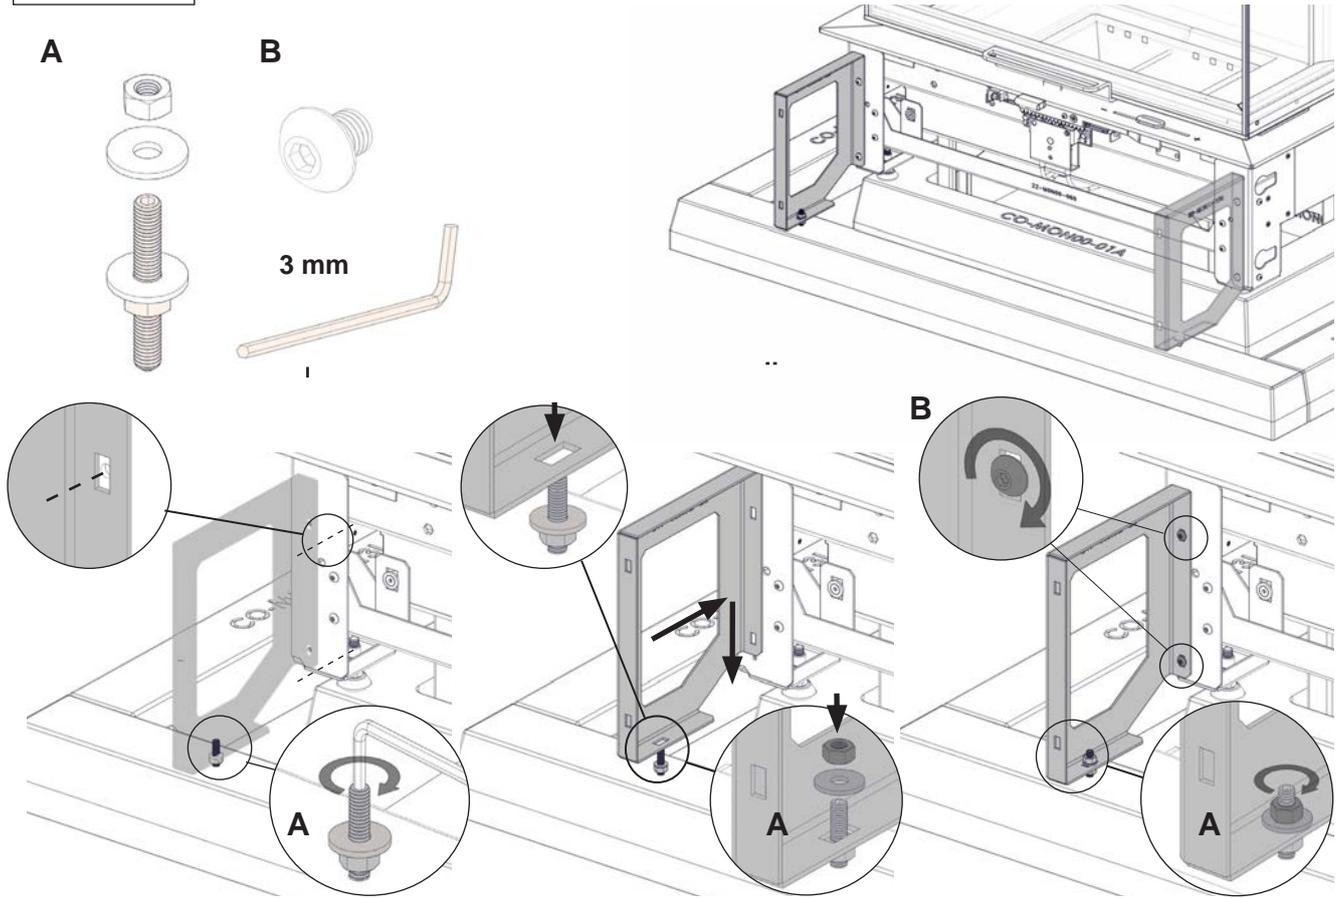

FIG 30
**NO:** Monter stål profiler - FIG 29 / 29a. Ikke fest B-type helt. Monter alle benkeplater vist i FIG 30, Bruk et vater for å kontrollere at disse ligger riktig, bruk A-type for å justere høyden.
**GB:** Assemble suport brackets - FIG 29 / 29a. Do not tighten screws **B-type** completly. Assemble all bench plate as shown on FIG 30, use level to check and corret plate position. Use **A-type** to set their vertical position.
**SE:** Montera stödprofiler FIG 29/ 29a. Dra inte åt skruvarna B helt. Montera alla bänkskivor som visas i Fig 30, använd vattenpass för att kontrollera att de ligger rakt. Använd skruvar A för att justera höjden.
**FI:** Asenna teräs profiilit -FIG 29/29a. Älä kiristä B tyypin ruuveja kokonaan. Asenna penkin kansilevyt kuvan FIG 30 mukaan. Käytä vatupassia saadaksesi levyt suoraan. Käytä A-tyyppin ruuveja saadaksesi levyt suoraan.
**DE:** Montieren Sie die Stützwinkel – FG 29 / 29a. Ziehen Sie die Schrauben des B- Typs nicht komplett an. Montieren Sie alle Bankplatten wie in FIG 30 gezeigt, verwenden Sie eine Wasserwaage, um die Platten korrekt zu positionieren. Verwenden Sie die Schrauben das A- Typs, um die Platten vertikal auszurichten.
**FR:** Monter les supports - Fig. 29 / 29a. Ne pas serrer les vis type B complètement. Monter toutes les plaques de banc comme indiqué dans la Fig. 30, utiliser le niveau pour vérifier et rectifier la position de la plaque. Utiliser la vis de type A pour régler leur position verticale.
**NO:** 1. Når plassering av benkeplaten er satt i henhold til FIG. 30. Fjern benkeplaten og skru til alle skruer og mutere på stålprofilene, i rekkefølge vist i FIG 31A. 2. Monter side og front vegger på benken som vist i FIG 32 - FIG 33.
**GB:** 1. Once position of benches is set according conditions shown in FIG 30. Remove bench plates and tighten all screws and nuts of the brackets, keeping order as shown on FIG 31A. 2. Assemble side and front walls of the bench as shown on FIG 32 - FIG 33.
**SE:** 1. När bänkskivorna är monterade enligt FIG 30. Ta bort bänkskivorna och dra fast all skruvar och muttrar på stålprofilerna, som visas i FIG 31A. 2. Montera sido- och frontväggar på bänken som visas i FIG 32-33.
**FI:** 1. Kun penkki on säädetty paikalleen kuvan FIG 30 mukaan, poista penkin kansilevyt ja kiristä kaikki teräsprofileissa olevat ruuvit ja mutterit kuvan FIG 31A järjestyksen mukaan. 2. Asenna penkin sivu- ja etulevyt kuvien FIG 32 ja FIG 33 mukaan.
**FR:** 1. Une fois la position des bancs réglée selon les conditions indiquées dans la figure 30 : Retirer les plaques de banc et serrer toutes les vis et écrous des supports, en suivant l'ordre indiqué sur la figure 31A. 2. Monter les parois latérales et frontales du banc, comme illustré sur les figures 32 - 33.